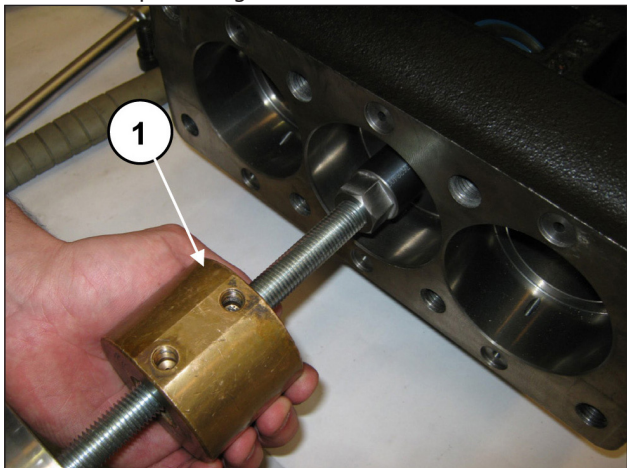

Fig. 36
Extraer el retén utilizando la pieza de percusión de la herramienta (pos. ①, Fig. 36).